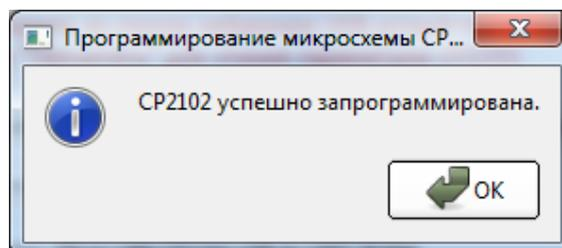

Рис.13 Сообщение об успешном программировании CP2102
16. Для программирования новых VID и PID нажмите кнопку «Программировать CP2102». В случае успешного программирования программа отобразит сообщение (Рис.13).